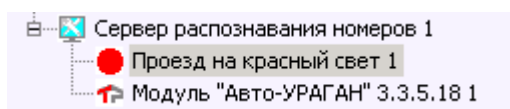

Рис. 7.2—30 Создание объекта «Проезд на красный свет»
Объект «Проезд на красный свет» создается на базе объекта «Сервер распознавания номеров» (Рис. 7.2—30).
1. Перейти на панель настроек объекта «Проезд на красный свет» (Рис. 7.2—31).